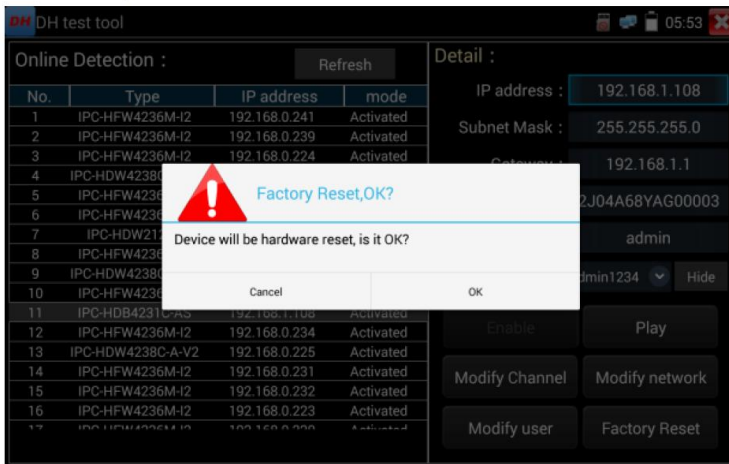

Рис. 152 Сброс к заводским настройкам
7. Для сброса настроек видеокамеры к заводским воспользуйтесь кнопкой «Сброс к заводским настройкам» (Factory Reset) рис. 152